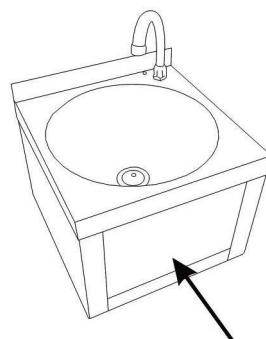

Abb. 3
- Bedienen Sie das Handwaschbecken, indem Sie die vordere Platte mit dem Knie berühren (Abb. 3).